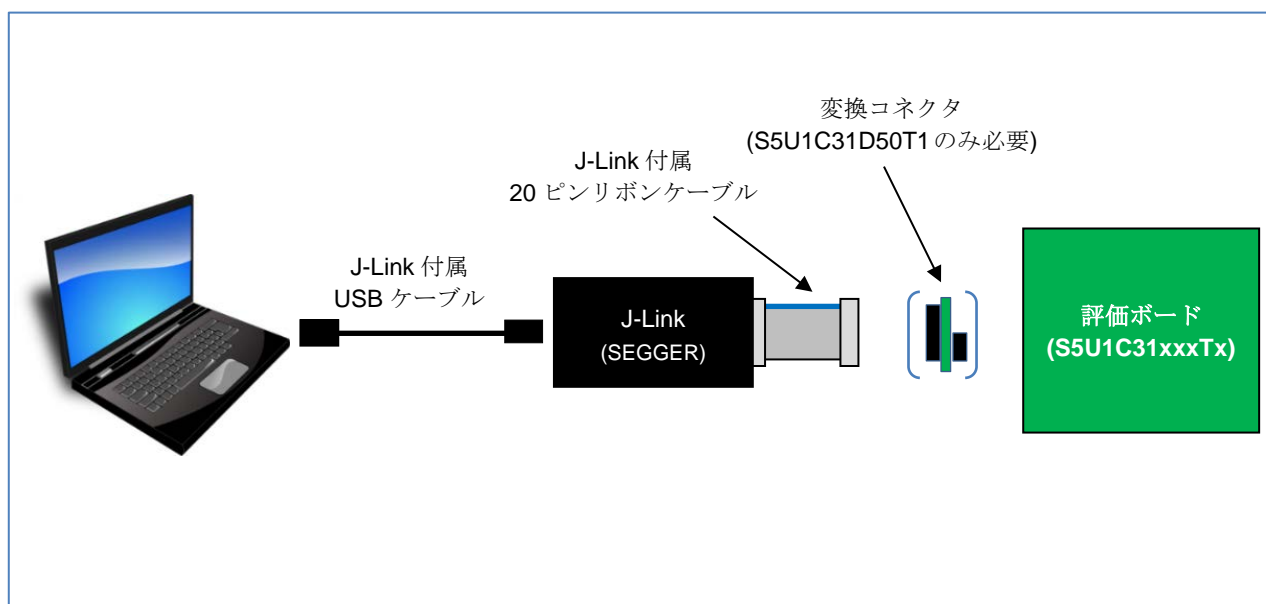

図 3.2.2.1 J-Link を使用する場合のハードウェアの接続例^{*1}
*1: 図 3.2.2.1 は、評価ボード (S5U1C31xxxTx) をデバッグプローブ (J-Link) から供給される 5V 電源で動作させた場合の例です。